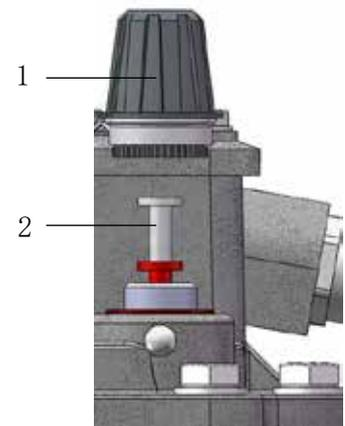

图 7a - 测试按钮
- 拧下大闷盖螺母(图 7a/ 1 号)
- 测试按钮(图 7a/ 2 号)向下按至位置止挡处,并保持这一位置